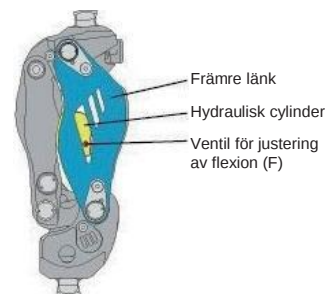
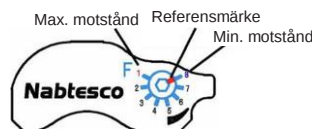

Fig. 11 Placering av ventilen för justering av flexion
Fig. 12 Graderad skala för ventilen för justering av flexion
Som visas i fig. 11 är flexionsjusteringsventilen (F) placerad till höger sett från användaren. Som visas i fig. 12 är skalan graderad från "1" till "8". "1" motsvarar det högsta hydrauliska motståndet och "8" motsvarar det lägsta. (Referens) Fabriksinställning: "8"